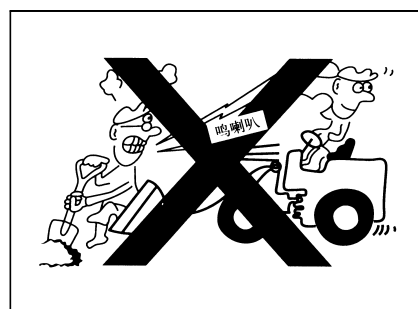

Рис. 1-37
- Во время работы запрещается смотреть в стороны, мгновенная невнимательность приносит большую беду, надо обращать большое внимание на направление движения и рабочих лиц, при опасности следует нажать гудок и выдать сигнал(рис. 1-37)